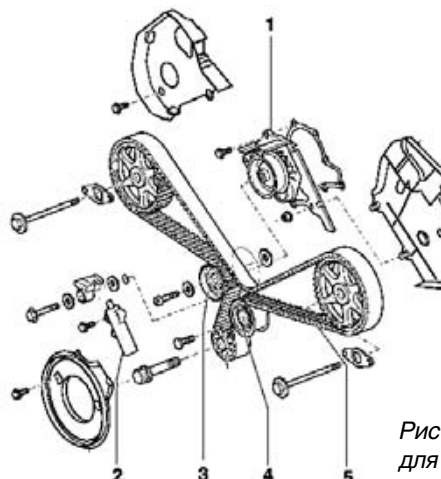

Рис. 4. Привод ГПМ для двигателя V6-30V.
Привод ГПМ у V6-30V аналогичен старым версиям (рис. 4) и отличается лишь автоматическим натяжителем (2), хотя, конечно, ремень-ролики (3, 4, 5) у него «свои». Как обычно, при замене, помимо ремня ГПМ,